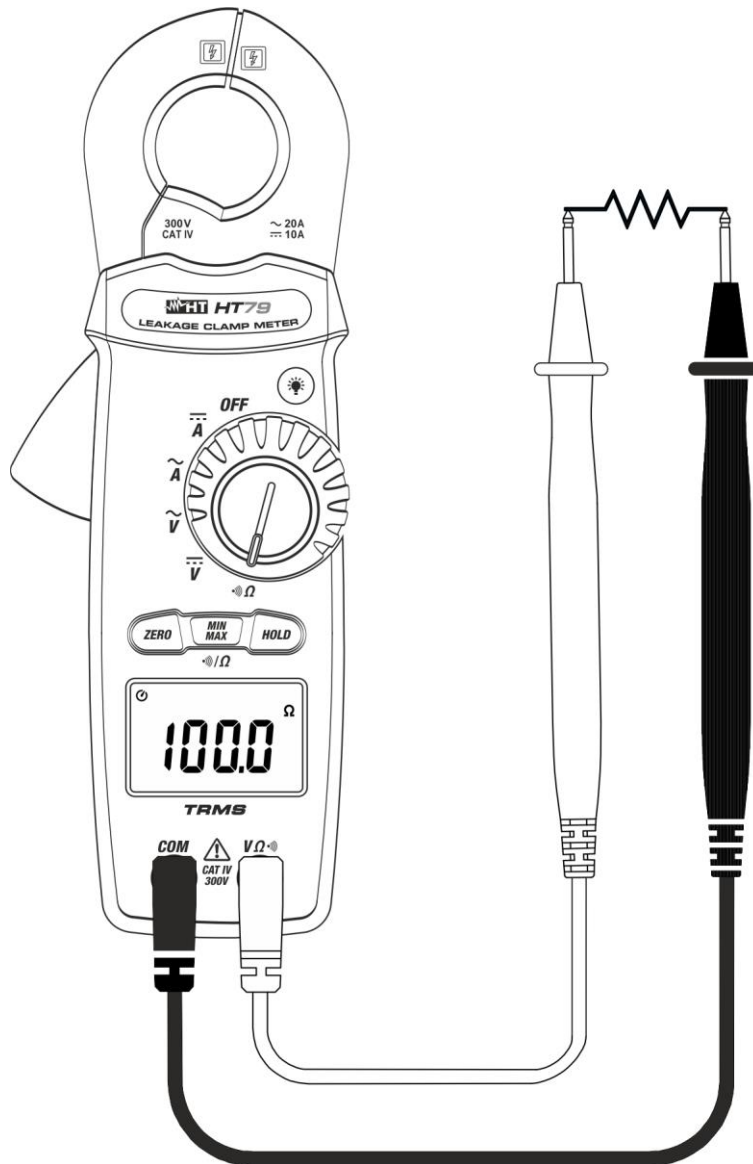

Fig. 6: Mesure de Résistance
3. Positionner les embouts sur les points désirés du circuit sous test (voir Fig. 6). La valeur de résistance sera affichée à l'écran.